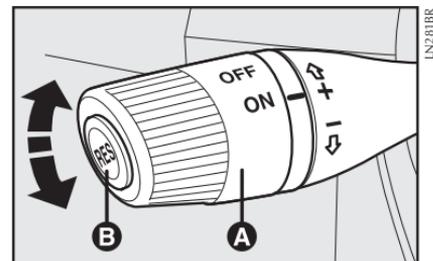

fig. 56
MANDOS - fig. 56
El regulador de velocidad se activa o desactiva mediante la palanca **A**-fig. 56.
1) pisando el acelerador y luego memorizando la nueva velocidad alcanzada colocando la palanca **A-fig. 56** en la posición (+) por más de tres segundos;
1) desactivando el dispositivo (por ejemplo, pisando el pedal del freno) y luego, memorizando la nueva velocidad colocando la palanca **A-fig. 56** en la posición (+) durante tres segundos como mínimo);
2) manteniendo posicionada la palanca (A) a la posición (-) hasta alcanzar la nueva velocidad que quedará memorizada automáticamente.